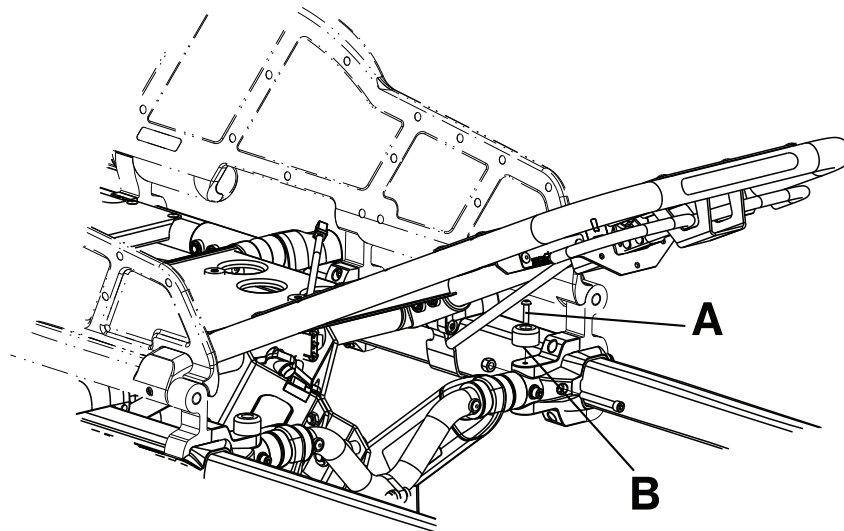

Figure 15 – Remplacement de la barrière (XPS)
3. À l'aide d'une clé Torx T25, retirer la vis d'assemblage à tête ronde (A) et la butée noire (B) du côté où la barrière est remplacée (Figure 15). Conserver la vis et la butée.